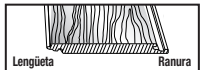
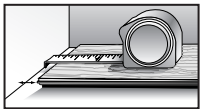

Figura 7
Figura 8
• Comenzando desde la **IZQUIERDA** con la lengüeta orientada hacia la pared (Figura 7), cuidadosamente coloque el primer tablero en su lugar (Figura 8). Utilice cuñas de 1/2" (13 mm) o material de desecho (Figura 9) a lo largo de la pared para sostener la plancha en su lugar mientras proporciona el espacio de expansión requerido.